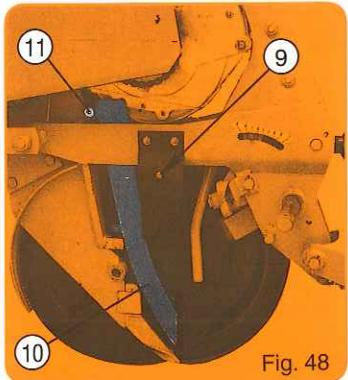
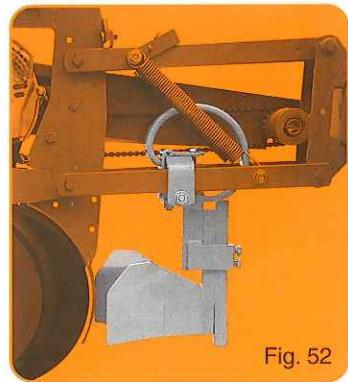

Fig. 48
Fig. 52
Avant toute nouvelle campagne et même en cours de campagne, vérifier l'état des goulottes de descente (10) : de leur bon état dépendra la régularité du semis. Ne pas hésiter à les remplacer si elles sont usées ou détériorées. Pour les démonter, retirer l'axe (11) après avoir enlevé une des roues jauge et un disque ouvreur (fig. 48). Le rôle des chasse-mottes (12) est de dégager la surface du sol et non de creuser un sillon, celui du coute est de fendre les sols durs et d'écartier les cailloux de la trace des disques : il faut donc les régler dans ce sens. Leur utilisation sur terrains encombrés de grosses pierres est délicate car ils peuvent provoquer des bourrages et blocages. Il faut dans ce cas leur préférer le montage sur support flexible (fig. 52) très efficace en conditions difficiles.
- Chasse-mottes flexible recommandé pour conditions difficiles (fig. 52).
Vergessen Sie nicht, den Zustand des Särohrs (10) vor und während der Saison zu kontrollieren. Von Ihrem guten Zustand hängt eine gleichmäßige Aussaat ab. Wenn das Särohr beschädigt oder verschlossen ist, müssen Sie dieses sofort ersetzen. Um das Särohr einzubauen, ziehen Sie die Achse (11) heraus, nachdem Sie eine Andruckrolle und die Säscscheibe abgenommen haben (Abb. 48).
In diesem Fall kann auch ein beweglicher Klutenräumer montiert werden, der als Sonderausstattung zu beziehen ist (Abb. 52).
- Bei schwierigen Verhältnissen sollen bewegliche Klutenräumer (fig. 52) verwendet werden.
Adjust the pressure of the scrapers of discs by means of bolts (9). Before each new planting season and even during planting, check if the drop tubes (10) are in good condition as consistent and regular seeding will depend on this. Do not hesitate to replace them if they are worn or damaged. To replace them, remove shaft (11) after removing one of the gauge wheels and one furrow disc opener (fig. 48). The function of clod removers (12) is to clear the surface of the soil but not to plow a furrow. One of the coulters is to slice open hard soil and move stones away from the track of the disc opener. They need to be adjusted accordingly. Using them in stony soils may be a problem because they can cause clogging and blocking. In this case it is better to choose an assembly with a flexible support bracket (fig. 52) which is efficient in difficult soil conditions.
- Flexible clod remover (fig. 52) recommended in difficult conditions.
De taak van de klutenruimer is het grondoppervlak vrij te maken en niet om voor te trekken. De functie van het meskouter is een harde ondergrond open te trekken en stenen opzij te schuiven die in het spoor van het schijfkouter liggen. In deze richting moeten de meskouters dan ook worden ingesteld. Het kan een probleem zijn, deze te gebruiken op terreinen met veel stenen omdat hierdoor verstoppingen kunnen ontstaan of de machine geblokkeerd kan raken. Het is in dat geval beter ze te monteren op een flexibele steun (fig. 52). Deze is zeer efficiënt onder moeilijke omstandigheden.
- Klutenruimer aanbevolen voor moeilijke omstandigheden (fig. 52)